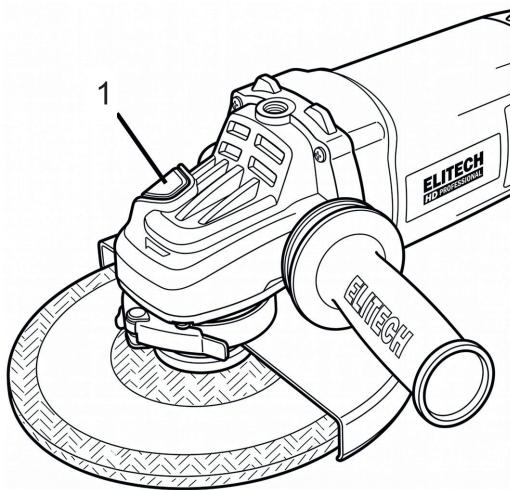

Рис. 2
ВНИМАНИЕ! Кнопка блокировки шпинделя (1) (Рис. 2) предназначена для предотвращения вращения шпинделя при установке или снятии диска.